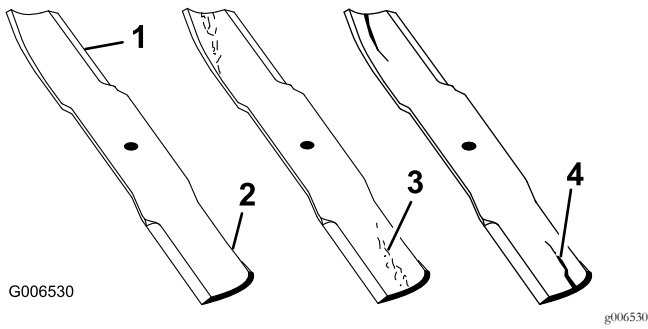

Figure 86
- Examinez le tranchant des lames (Figure 86).
- Inspectez les lames, surtout la partie relevée (Figure 86). Remplacez immédiatement toute lame endommagée, usée ou qui présente une entaille (Figure 86).